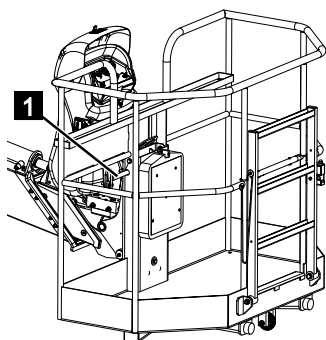

Abb. 90
4. Befestigungsbolzen (Abb.90/1) einsetzen.